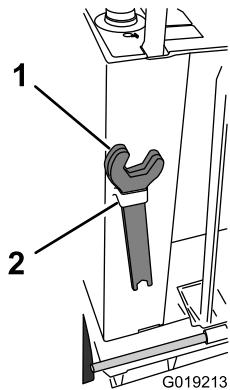

Figura 14
5. Retire las 2 llaves del soporte de almacenamiento situado en el lado trasero izquierdo del panel del operador (Figura 14).